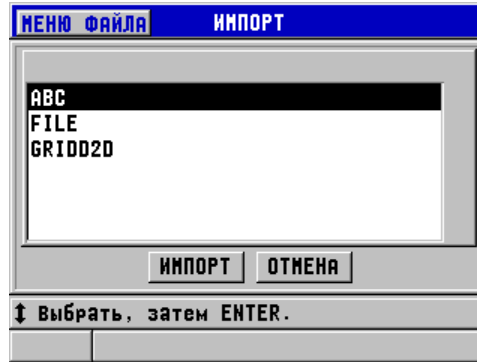

Рис. 11-3 Окно ИМПОРТ
5. В окне **ИМПОРТ** (см. Рис. 11-3 на стр. 202):